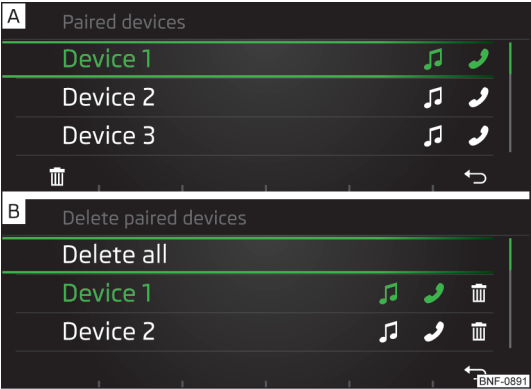

Fig. 118
På listen over parrede eksterne apparater vises symbolerne for Bluetooth®-profilerne ved den forbundne telefon » Fig. 118 – [A].
- Vælg det eksterne apparat » Fig. 118 – [A] med regulatoren ⌵.
- Tryk på funktionsknappen [N] » Fig. 118 – [A].
- Vælg det eksterne apparat » Fig. 118 – [B] med regulatoren ⌵.